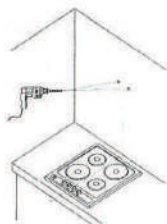

Рис. 8
- Сделайте отверстия в обозначенных местах с помощью сверла, соответствующего диаметра шурупов (рис. 8).